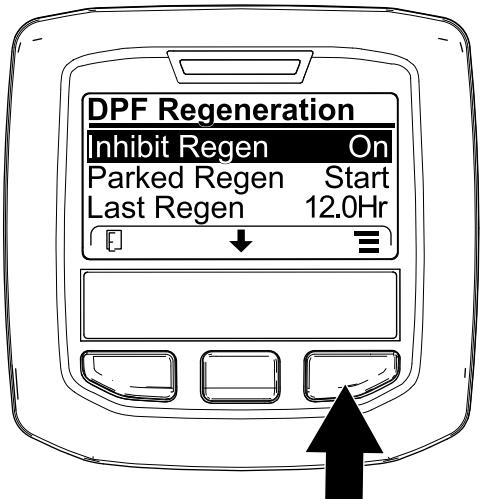

Bild 13
1. Navigieren Sie auf das Menü „DPF Regeneration“, drücken Sie die mittlere Taste und navigieren Sie auf die Option INHIBIT REGEN.; drücken Sie die rechte Taste, um den Eintrag „Inhibit Regen.“ auszuwählen (Bild 13).
2. Drücken Sie die rechte Taste, um die Einstellung für das Verhindern der Regenerierung von „On“ in „Off“ (Bild 13) oder von „Off“ in „On“ (Bild 14) zu ändern.